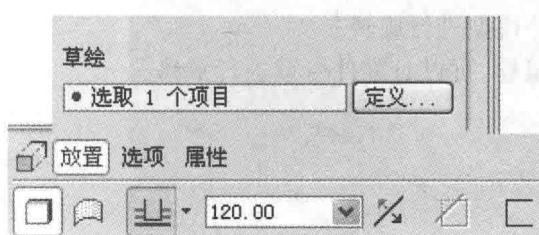

图 1-5 拉伸特征操作面板
(1) 单击 按钮,打开拉伸特征的操作面板,如图 1-5 所示。